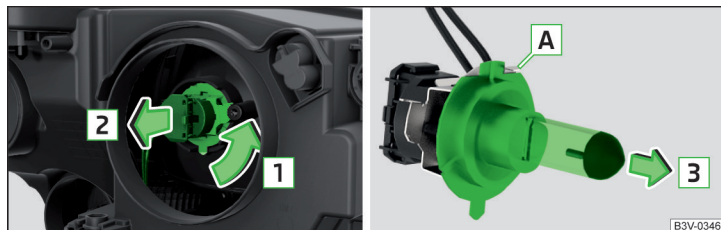

Fig. 262 Înlocuirea becului incandescent pentru faza scurtă și faza lungă
- › Rotiți conectorul, împreună cu becul cu incandescentă, în sensul săgeții **1** » fig. 262.